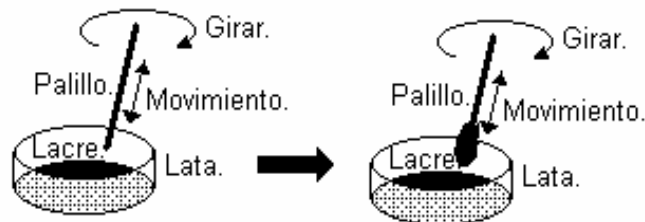

Figura 13: Formación de la película de lacre sobre el palillo.
B) Se sumerge el palillo en el *lacre* líquido, se gira tratando de formar una película uniforme, se deja enfriar un poco y se vuelve a sumergir hasta obtener una película más gruesa (**Figura 13**).